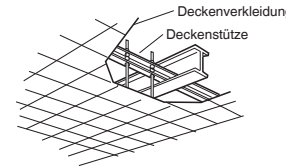

Abb. 3-38
- Die bereits vorhandenen Deckenstützen verwenden bzw. eine geeignete Stütze anfertigen (Abb. 3-38).